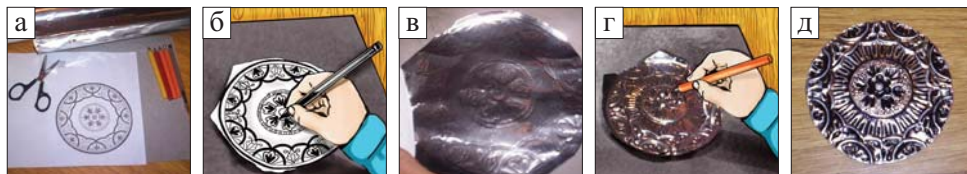

Рис. 4. Технология тиснения на фольге
1. Рисуем эскиз или берем готовый (рис. 4, а).
2. Накладываем рисунок на фольгу и обводим ручкой или линейником, сильно надавливая, затем приступаем к выдавливанию наиболее крупных элементов рисунка (рис. 4, б). Выпуклые участки на лицевой стороне выдавливаем с тыльной стороны фольги.
3. Получаем оттиск рисунка (рис. 4, в).
4. Фольгу кладем на толстый фетр и завершаем тиснение отделкой фона точками и звездочками (рис. 4, г).
5. Получаем медальон, изображенный на рис. 4, д.